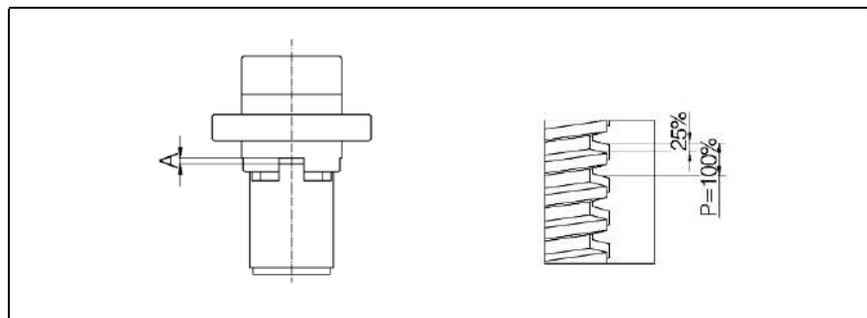

Fig. 20: controdado di sicurezza SIFA: controllo della misura "A" per confronto in caso di usura
4. In caso di presenza della madrevite di sicurezza SIFA a controllo manuale misurare e prendere nota della dimensione "A" (vedi fig. 20). Questa dimensione serve come parametro di riferimento per monitorare il consumo del sistema (vedi capitolo 7.1.1).
3. Se è presente il controdado di sicurezza SIFA: controllare l'usura secondo la Fig. 20 (figura a destra) .